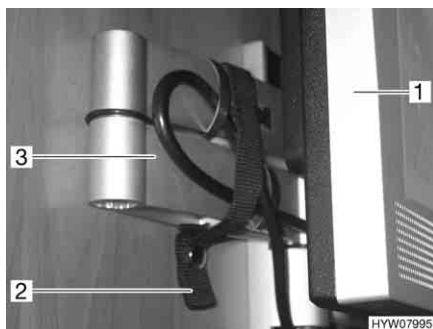

Fig. 93 Schermo piatto con braccio snodato
- Staccare la cintura di ritegno (Fig. 93,2).
- Inclinare lo schermo piatto (Fig. 93,1) sul braccio snodato (Fig. 93,3) nella posizione desiderata.